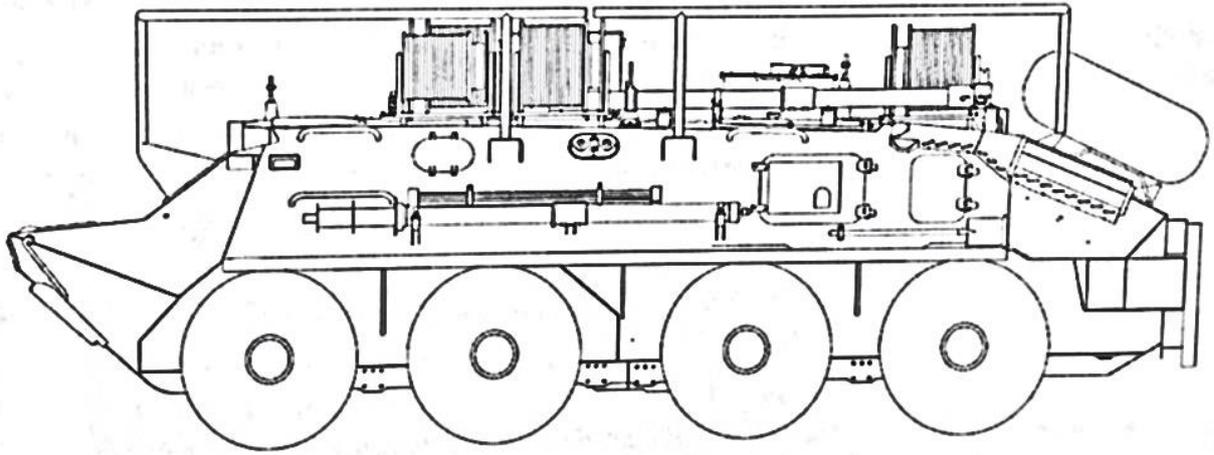

Рисунок 26 – Сложенная мачта, вид справа
- отвинтить хомут для крепления мачты на шасси и поместить мачту горизонтально в направлении подъема (см. рисунок 26);